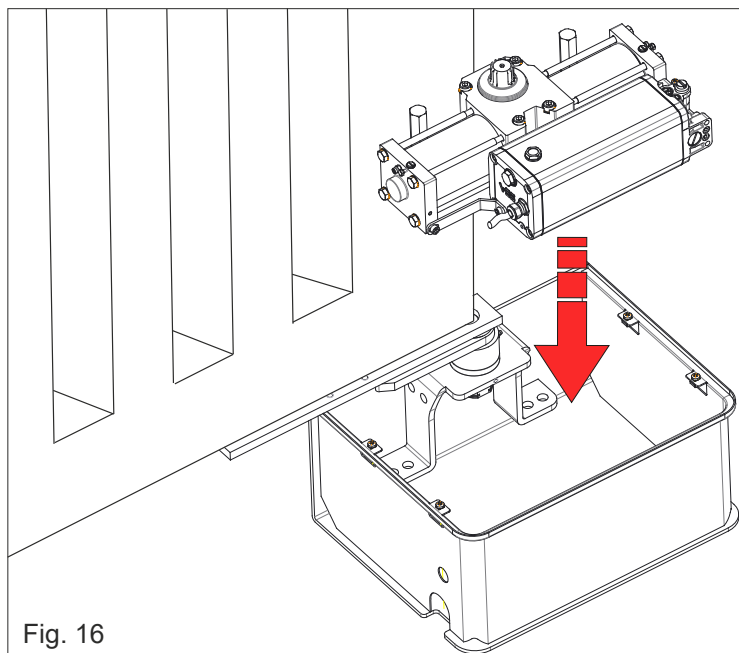

Fig. 16
5.1. Plaats de operator in overeenstemming met de steunbox en plaats hem verticaal, waarbij u ervoor zorgt dat hij in de juiste richting wordt geplaatst, zoals aangegeven in Fig. 16.